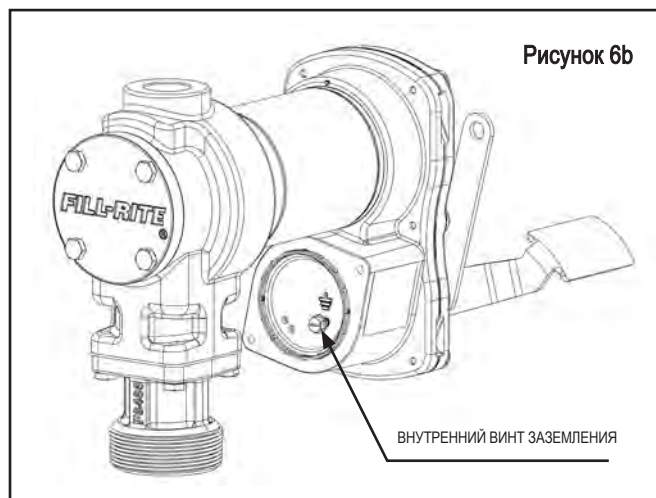

Рисунок 6b
3. Соедините провода насоса с линиями питания в соответствии с электрической схемой. Убедитесь в том, что соединители надлежащим образом изолированы с помощью соответствующих соединительных изолирующих зажимов или других соединительных элементов. Примечание: НЕОБХОДИМО подключить провод заземления. Соединение заземляющего провода находится внутри распределительной коробки (Рисунок 6b).